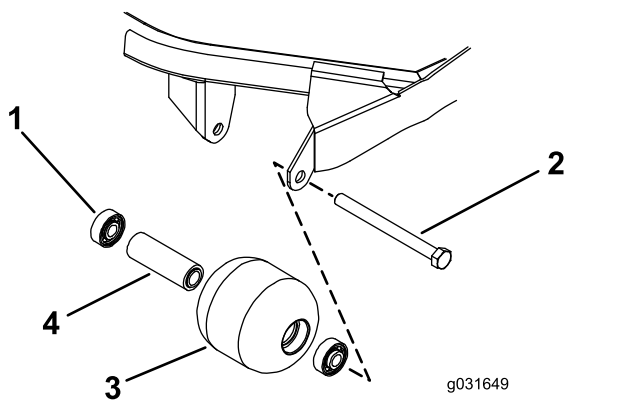

図 71
1. ローラ取り付けボルトを外す 図 71。
- ローラハウジング、ベアリング、ベアリングスペーサに破損がないか点検する 図 71。
1. アウターレースのみを押すか、インナーレースとアウターレースを均等に押すかして、最初のベアリングをローラハウジングに押し込む 図 71。
2. スペーサを入れる 図 71。
3. アウターレースのみを押すか、インナーレースとアウターレースを均等に押すかして、第二のベアリングをローラハウジングに押し込んでスペーサと接触させる 図 71。